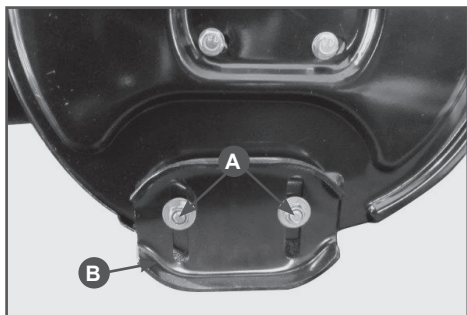

Рис.17 Регулировка высоты забора снега
2. Ослабьте гайки крепления салазок (А), Рис.17) и установите салазки (В) на необходимую высоту. Снова затяните гайки.